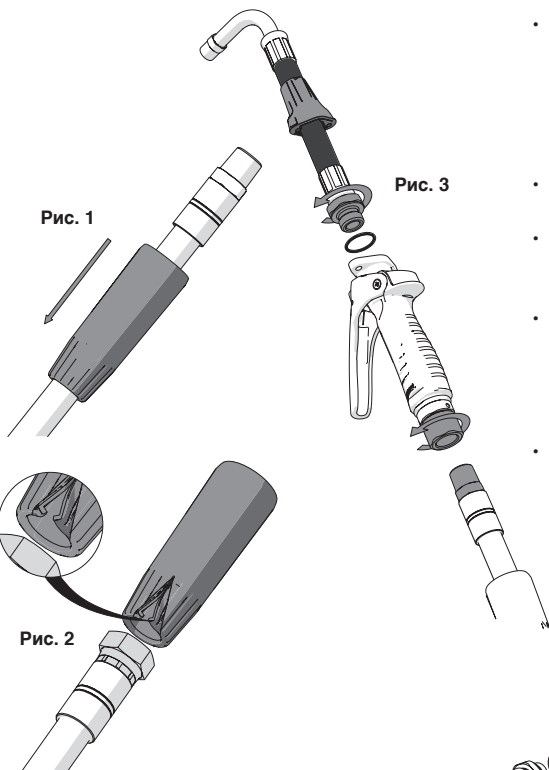

Рис. 3
- Чтобы подключить пистолет к сети, следует закрепить корпус пистолета и конец шланга и при этом поворачивать свободный конец поворотного соединения вплоть до достижения необходимого крутящего момента (рис. 3).
- Для монтажа следует использовать уплотнительное кольцо (1) размером 24 x 2 мм и два винта (2) M5 x 14.